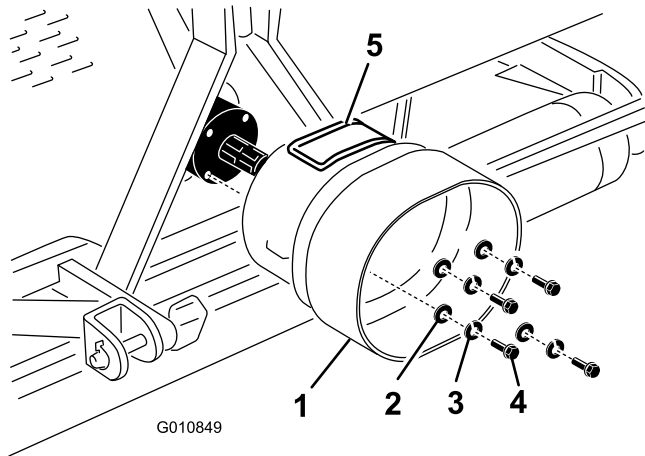

図 18
1. エアレータのギア・ボックス後部についているボルト、ロック・ワッシャ、平ワッシャ（各 4 個）を外す（図 18）。
2. いま取り外したボルト類を使用して、PTO シールドをエアレータのギア・ボックスに取り付ける（図 18）。PTO シールドを取り付ける際に、アクセス・パネル（図 18）が上または側面にくるようにする；上になるか側面になるかは、エアレータのフレームの構成による。
注 アクセス・パネル（図 18）は、PTO シャフトの取り付けボルト類へのアクセスを容易にするためのパネルです。